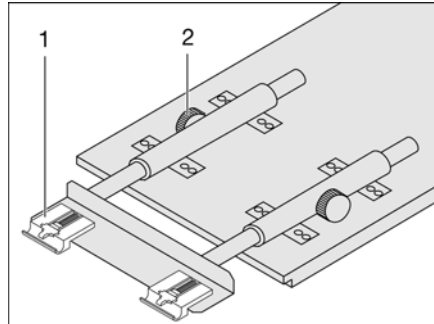

Fig. 91 Ampliación de la mesa colgante
- Soltar los tornillos moleteados (Fig. 91,2).
- Elevar el tablero de mesa ligeramente por delante y extraerlo hasta el tope. La prolongación de mesa (Fig. 91,1) está completamente extraída.
- Elevar el tablero de mesa ligeramente por delante y empujarlo hacia atrás hasta el tope. La prolongación de mesa (Fig. 91,1) está completamente introducida.